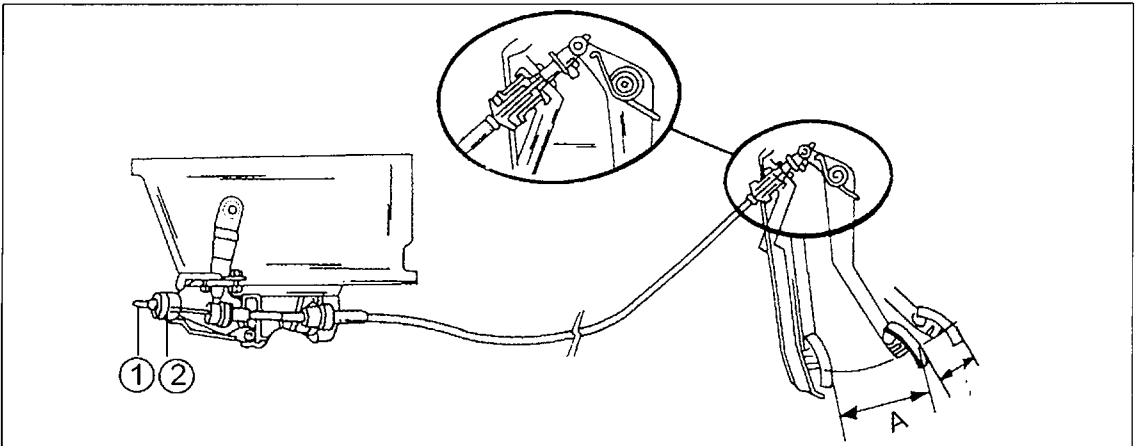
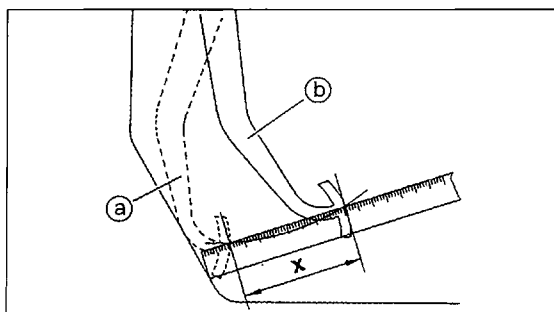

Bild 193
Bild 199
Bilder 186 und 187 zeigen die Befestigung des Kupplungsseils am Ausrückhebel des Getriebes. Auf der anderen Seite wird das Seil bei allen Ausführungen am Kupplungspedal befestigt. Wie der gesamte Mechanismus verlegt ist, kann man Bild 193 entnehmen. Bei der Erneuerung des Kupplungsseils folgendermaßen vorgehen:
- Das Pedal vollkommen auf den Boden durchtreten und ein Messlineal in der in Bild 199 gezeigten Weise anlegen. Das Pedal jetzt zurücklassen und das Maß „x“ im Bild an der gezeigten Stelle ausmessen. Dies ist Maß „A“ in Bild 193. Der Pedalweg sollte 150 mm, mit einer Toleranz von plus oder minus 5 mm betragen, darf aber nie weniger als 145 mm sein. Falls man kein Messlineal jedoch ein Rollmaß zur Verfügung hat, kann man das Maß zwischen der Lenkradfelge und dem getretenen oder freien Pedal ausmessen. Der Unterschied zwischen den beiden Messungen ist das Maß „x“ in Bild 199.